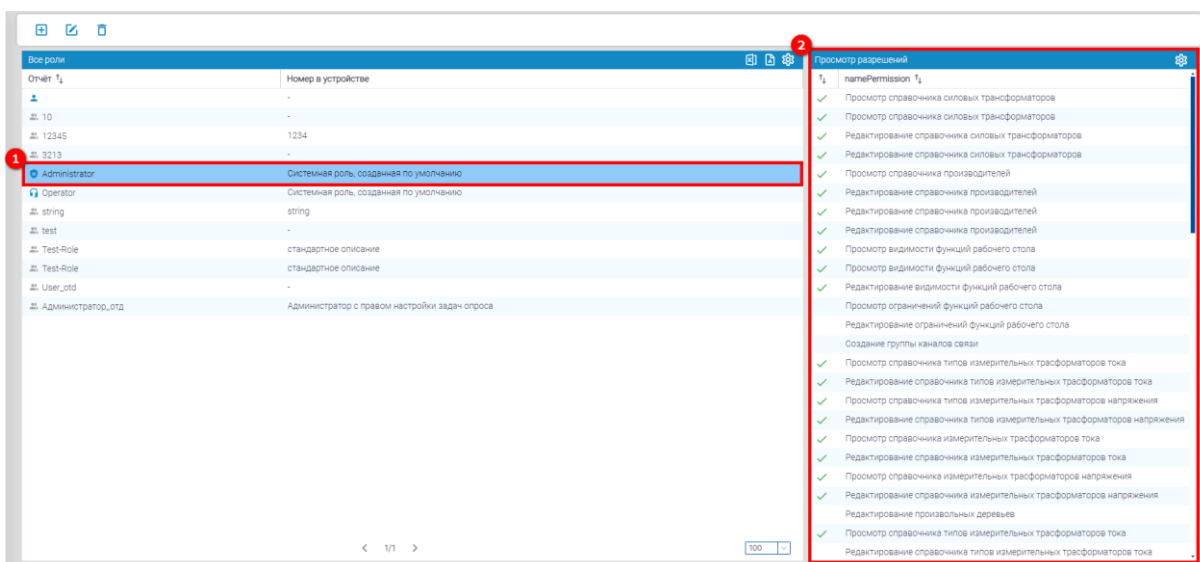

Рисунок 75 – Просмотр роли и всех установленных к ней разрешений
При выборе роли (1) (см. рисунок 75) на экране будут отражены для просмотра все установленные к ним разрешения (2).